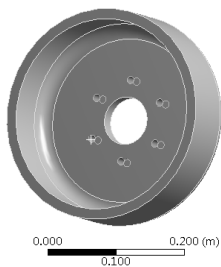
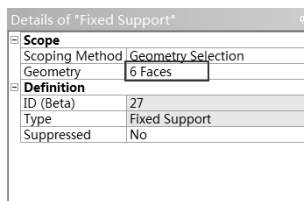

图 6-80 选择约束面
图 6-81 位移约束参数设置
Step3：按住 Ctrl 键，选择制动鼓的 6 个螺栓孔，如图 6-80 所示。在 Details of “Fixed Support” 栏中单击 Geomtry 后的 Apply 按钮，如图 6-81 所示。